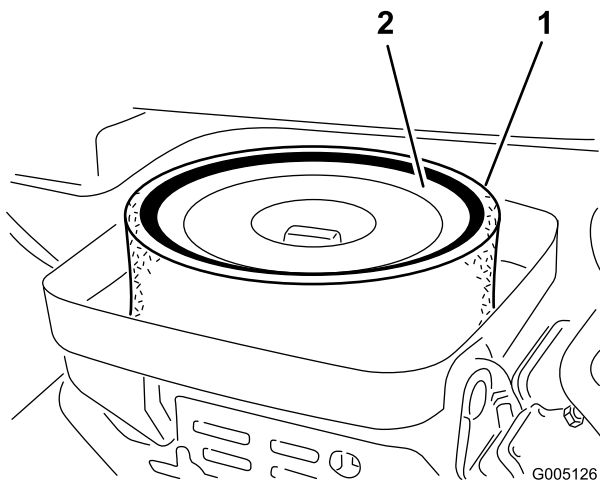

Figura 42
3. Se o elemento de esponja se encontrar sujo, deverá retirá-lo do elemento de papel (Figura 42). Limpe cuidadosamente da seguinte forma: